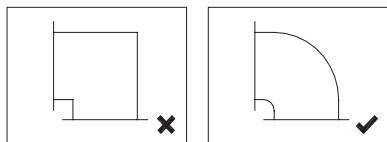
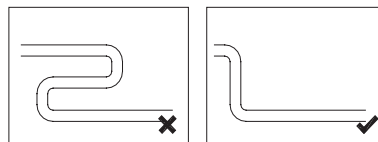

Рис. 2. Тип отвода
Рис. 3. Монтаж воздуховодов
- (1) В общем случае длина каждой линии не превышает 15 м и суммарная длина воздуховодов не превышает 30 м. Площадь внутреннего сечения зависит от скорости воздуха в воздуховоде (8 м/с для главного воздуховода, 5 м/с для ответвления). Если используются прямоугольные воздуховоды, отношение размеров большей и меньшей сторон не должно превышать 4. Воздуховоды должны выполняться из негорючих материалов.
- (2) Количество поворотов должно быть как можно меньше и не должно быть больше 3 на каждую линию воздуховодов (Рис. 3). В месте поворота необходимо обеспечить скругление угла, а прямых углов следует избегать (Рис. 2).